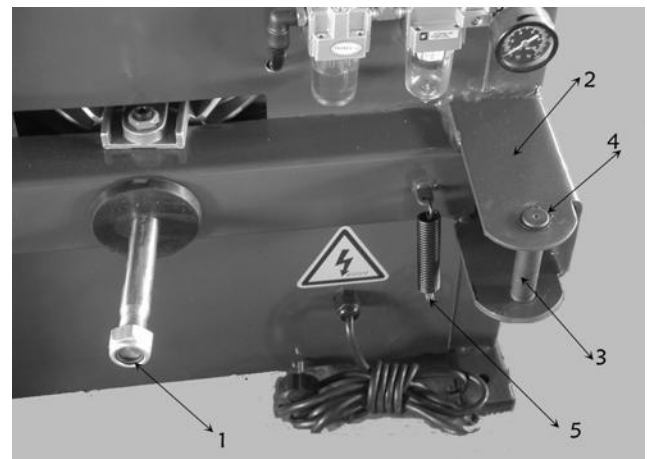

Fig 4-5
4.2.8 Skru låsemøtrikken (1) i forenden af stempelstangen til dækafpressercylindren af. Brug en fjedertang til at fjerne fastholdelsesringen på dækafpresserarmens stiftstang. Aftag stiftstangen (3) og hæng fjederen (5) som vist på Fig 4-5.